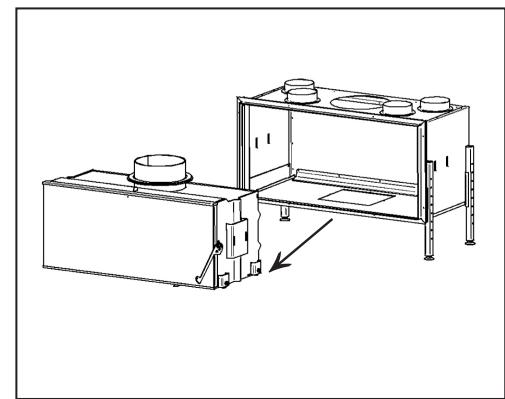

FIG. 4
- Fare scivolare la camera di combustione fuori dal cassetto metallico (fig. 4)
- Faire glisser le corps de chauffe en dehors du caisson métallique (FIG.4)